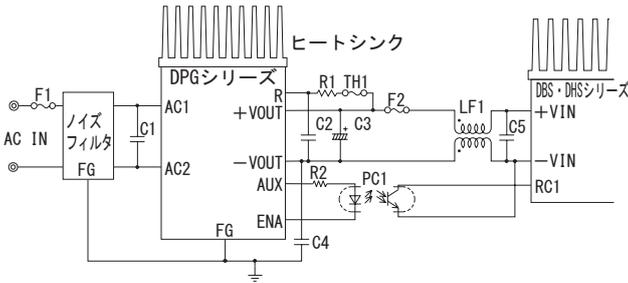

図1.1 標準接続方法
■DPGシリーズを使用するためには、図1.1の接続と表1.1の外付け部品が必要です。このように接続することで、交流入力電圧から直流出力電圧が得られます。
- ENA端子が”L”の時だけ負荷電流が流れるように、ENA端子信号で負荷回路を制御してください（図1.1の接続を参照ください）。ENA端子が”H”の状態では、突入電流防止回路が解除されていないので、突入電流防止抵抗に過大な電力が加わる恐れがあります。
- DBS・DHSシリーズとの接続は図1.1を参照願います。